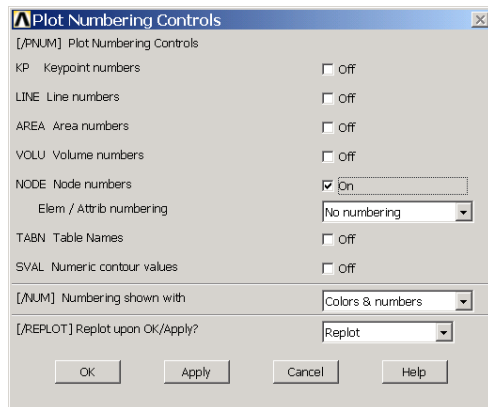

图2.30 图形对象编号显示控制
(1) 单击【Utility Menu】|【PlotCtrls】|【Numbering...】菜单，弹出如图 2.30 所示的对话框。
(2) 单击【Node numbers】的【off】标签为【On】，并确认【Replot upon OK/Apply?】下拉列表框选中【Replot】，单击【OK】按钮。即可在视图窗口看到节点的编号。
说明：以上操作也可显示关键点、线、面、体以及单元的编号，只需在图 2.30 的对话框中的相应的对象后面打勾就行了。本书后面章节中所遇到此种操作不再详述。